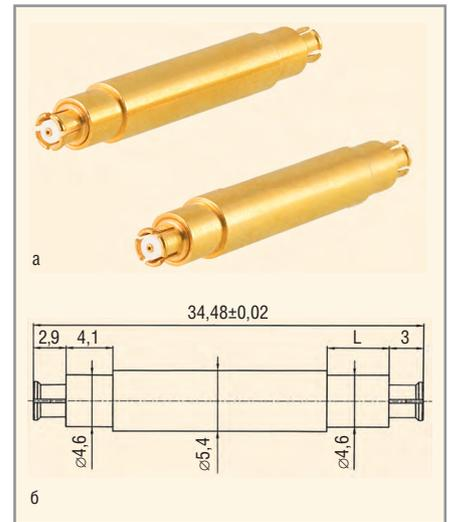

Рис. 2. Соединитель SMP-РБНП-Х-1-329:
- розетка коаксиальная негерметичная SMP-РБНП-Х-1-329 (см. рис. 2) – аналог соединителя Radiall R222.723.140 (характеристики соединителя SMP-РБНП-Х-1-329 приведены в таблице);